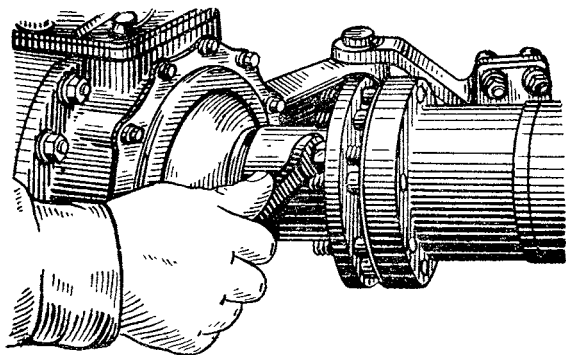

Рис. 31. Выпрессовка шаровой опоры
21. Вывернуть два болта-съёмника из ведущего фланца полуоси и отвернуть с них контргайки. Ввертывая болты в резьбовые отверстия ведущих фланцев шаровых опор, выпрессовать шаровые опоры вместе с полуосями 1 и 17 из кожухов полуосей картера моста и крышки картера, как показано на рис. 31. Вывернуть болты-съёмники и поставить их на место. Снять прокладки с шаровых опор.